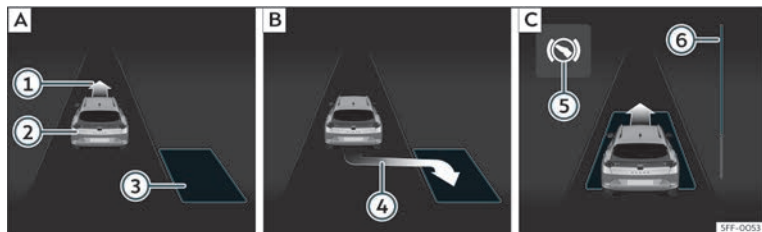
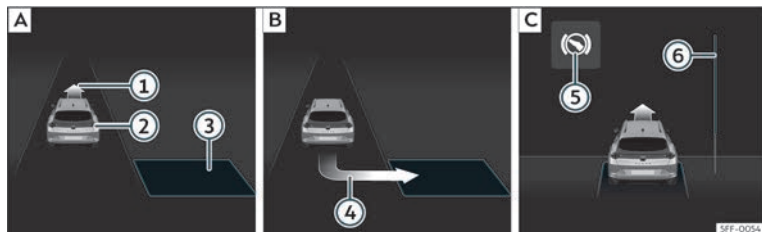

Fig. 180 Sul display del quadro strumenti: Parcheeggiare in linea. **[A]** Cercare uno spazio di parcheggio. **[B]** Posizione di parcheggio. **[C]** Manovrare.
Fig. 181 Sul display del quadro strumenti: parcheggiare a pettine. **[A]** Cercare uno spazio di parcheggio. **[B]** Posizione di parcheggio. **[C]** Manovrare.
» **fig. 180 [B]** o » **fig. 181 [B]**. Lo spazio sarà stato considerato "idoneo" se nel display del quadro strumento compare l'indicazione di parcheggio ④.
- Retrocedere finché non si sentirà il segnale continuo del ParkPilot; **OPPURE:** spostarsi in retromarcia finché nel display del quadro strumenti non comparirà l'indicazione di spostarsi con la marcia in avanti >>> **fig. 180**  >>> **fig. 181** ; **OPPURE:** finché nel display del quadro strumenti non comparirà il messaggio **Park Assist terminato**. La barra di avanzamento  indica la distanza che si deve percorrere >>> pag. 289.
avanti e in retromarcia fino a posizionarlo al centro dello spazio di parcheggio >>> **fig. 180**  >>> **fig. 181** .
La barra di avanzamento >>> **fig. 180**  e >>> **fig. 181**  mostra simbolicamente nel display del quadro strumenti la distanza relativa ancora da percorrere. Maggiore è la distanza, maggiore sarà il riempimento della barra di avanzamento. Circolando con la marcia in avanti, il contenuto della barra di avanzamento diminuisce verso l'alto, e circolando in retromarcia, diminuisce verso il basso.